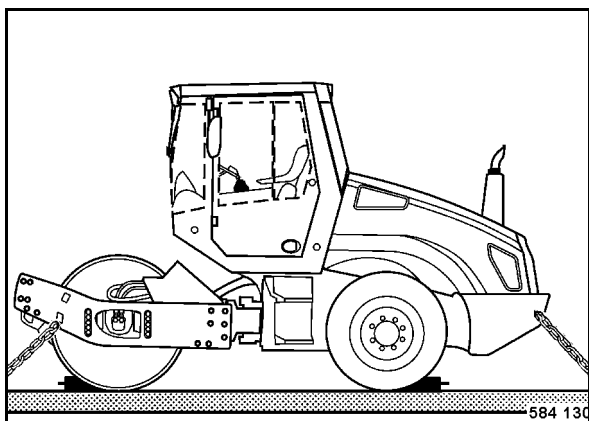

Fig. 70
- Trincar la máquina en el medio de transporte (Fig. 70) fijando el atado en las cuatro armellas del bastidor delantero y trasero.